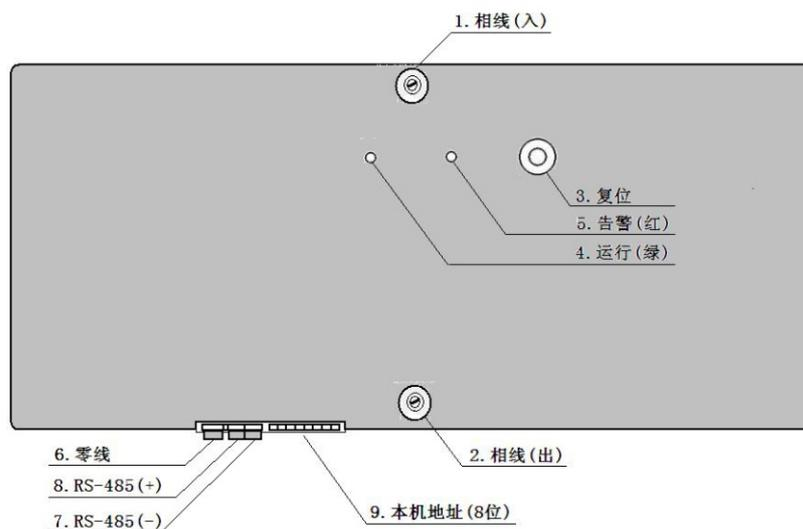

图 4 电气灭弧限流式保护器（63A）外观图
4. EFPCLP63A-1A 电气灭弧限流式保护器（额定电流 63A） 见图 4